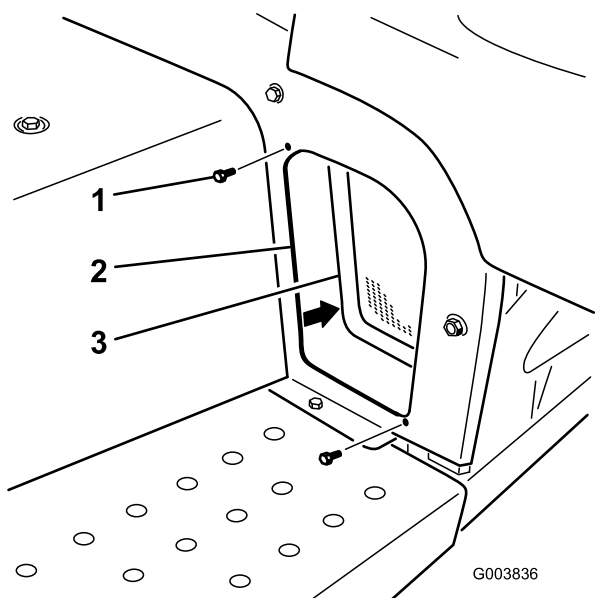

Figura 6
5. Remova os 2 parafusos de cabeça flangeada que prendem o filtro frontal esquerdo à estrutura (Figura 6). Retire e guarde o filtro e hardware.